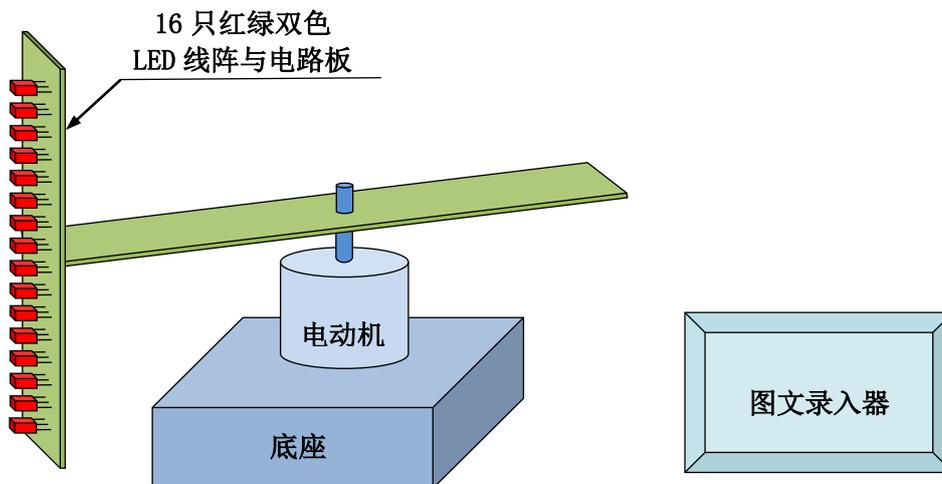
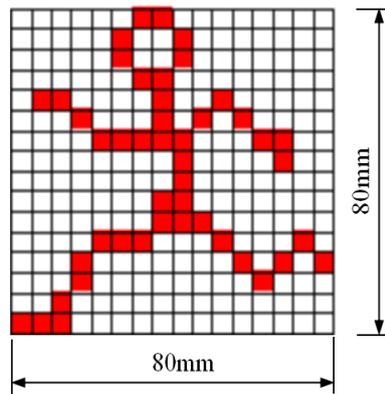

图 1 LED 线阵显示装置结构示意图
图 2. 图文点阵图案卡
设计并制作一个 LED 线阵显示装置，该装置由图文录入器和 16 只红绿双色 LED 构成的线阵显示及转动控制两部分组成，利用视觉暂留现象，在 120 度弧面区域内显示不少于 3 个 16×16 点阵的图形或文字。LED 线阵显示装置结构如图 1 所示。
- (1) 设计制作具有显示与回放功能的图文录入器，5 分钟内录入 3 张如图 2 所示格式的图文卡信息，录入方式不限制，按录入顺序回放显示。
- (2) 将录入的图文信息传输到 LED 线阵显示装置上，按输入顺序在 120 度弧面区域内同时显示（每幅图形之间应留 3 个点阵点的间隔），传输形式不限。
- (3) 按发挥部分 (2) 要求显示内容，使图文在显示的同时实现红色、绿色、橙黄色交替变色显示，变色显示样式不少于 5 种。
- (4) 其他。
电磁炮与环形靶的位置示意如图 1 及图 2 所示。电磁炮放置在定标点处，炮管初始水平方向与中轴线夹角为  $0^\circ$ 、垂直方向仰角为  $0^\circ$ 。环形靶水平放置在地面，靶心位置在与定标点距离  $200\text{cm} \leq d \leq 300\text{cm}$ ，与中心轴线夹角  $\alpha \leq \pm 30^\circ$  的范围内。
- (1) 环形靶位置参见图 2，用键盘给电磁炮输入环形靶中心与定标点的距离  $d$  及与中心轴线的偏离角度  $\alpha$ ，一键启动后，电磁炮自动瞄准射击，按击中环形靶环数计分；若脱靶则不计分。
- (2) 在指定范围内任给环形靶（有引导标识，参见说明 2）的位置，一键启动后，电磁炮自动搜寻目标并炮击环形靶，按击中环形靶环数计分，